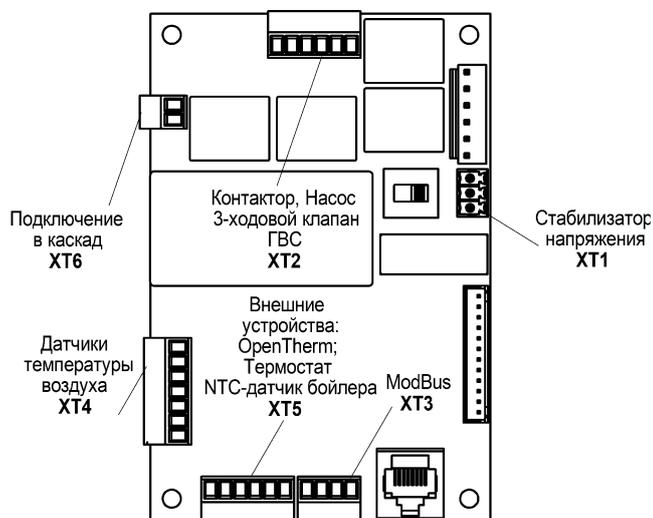

Рисунок 8. Основные разъёмы платы контроллера
**6.4.2** Назначение основных разъёмов платы контроллера (подключение внешних устройств) для исполнений NEXT PLUS-3...28 показано на рис. 8.